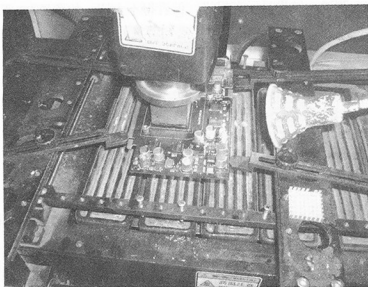

图 5-101 固定显卡
(4) PCI-E 显卡 GPU 容易空焊。加焊前先拆除散热片, 然后上焊膏。放到 BGA 返修台, 调好位置, 风嘴对准, 温度设定好, 如图 5-101 所示。